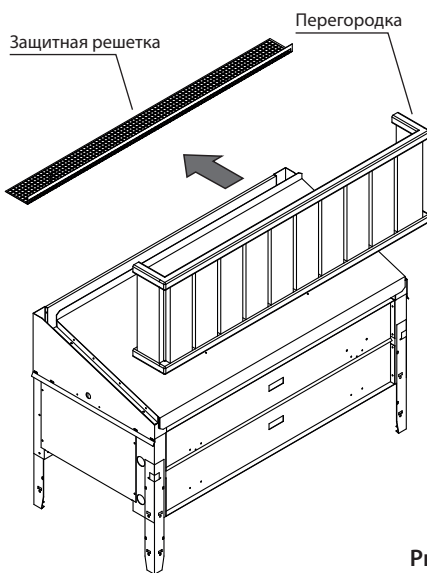

Рис. 8
- Установите перегородку с соблюдением зазоров безопасности согласно рис. 1 (стр. 40) и рис. 8.